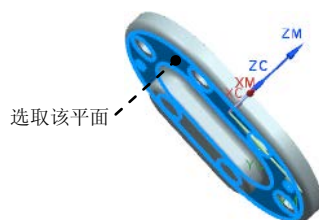

图 19.12 指定底面
Step3. 指定底面。单击“钻”对话框中 **指定底面** 右侧的  按钮，系统弹出“底面”对话框；在“底面”对话框中的 **底面选项** 下拉列表中选择 **面** 选项，选取图 19.12 所示的面；单击“底面”对话框中的 **确定** 按钮，返回“钻”对话框。